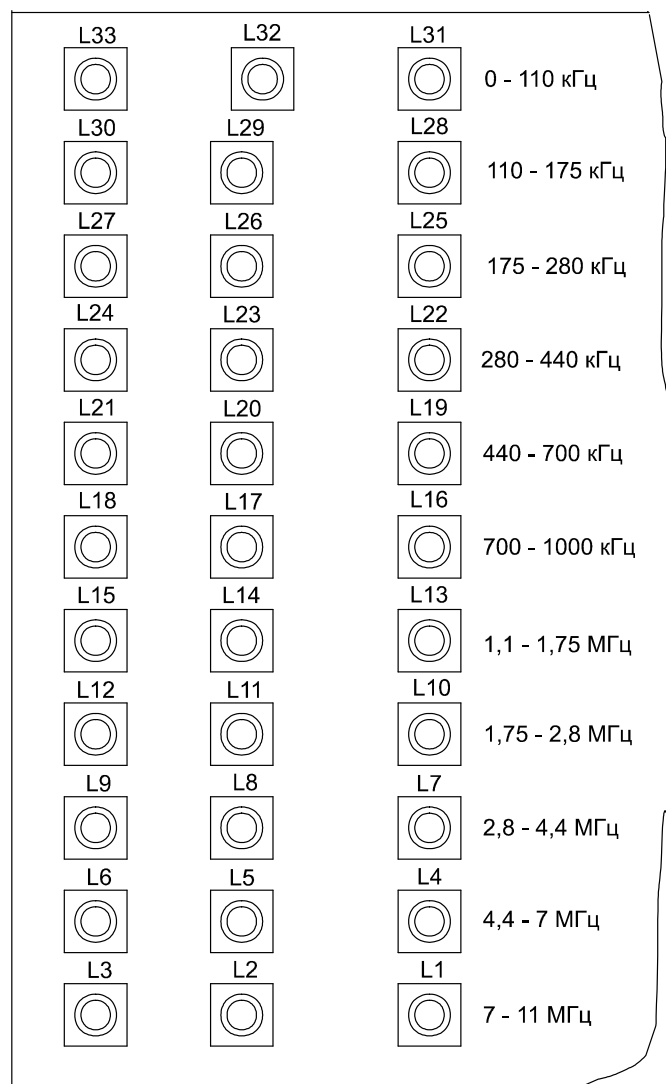

Рисунок 4.2 - Расположение элементов регулировки на плате фильтров
4.4.6 Настройка фильтров платы фильтров (см. рисунок 4.2) производится с помощью любого прибора для исследования АЧХ, работающего в диапазоне частот от 0.1 до 100 МГц, например, типа Х1-54. Для настройки фильтров плату необходимо извлечь из прибора и настраивать каждый фильтр, подключаясь непосредственно ко входу и выходу. Сопротивление нагрузки фильтра при снятии АЧХ должно быть равно 50 Ом (подключать детекторную головку с входным сопротивлением 50 Ом). Применение соединительного кабеля на выходе фильтра при настройке не допускается. Рекомендуется применить развязывающий аттенюатор с ослаблением 3 - 6 дБ, устанавливаемый на входе фильтра. Настройка ведется до получения АЧХ, идентичных показанным на рисунках 4.5 – 4.7.